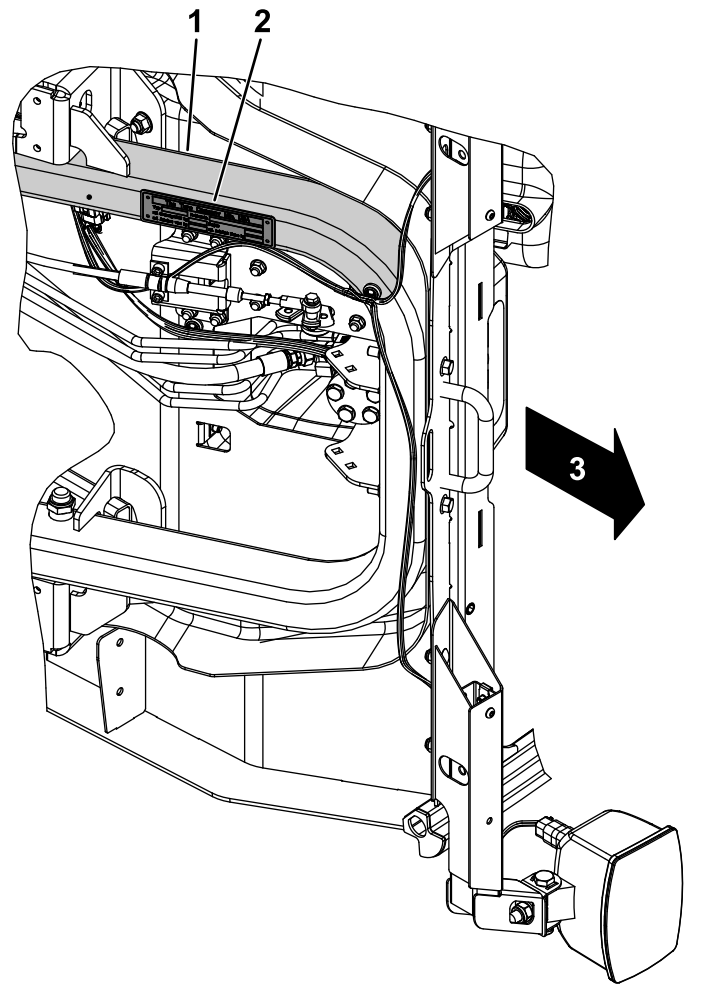

Bild 43
3. Wischen Sie die Unterseite des Rahmens und des Typenschilds mit einem in Alkohol getränkten Tuch ab (Bild 43).